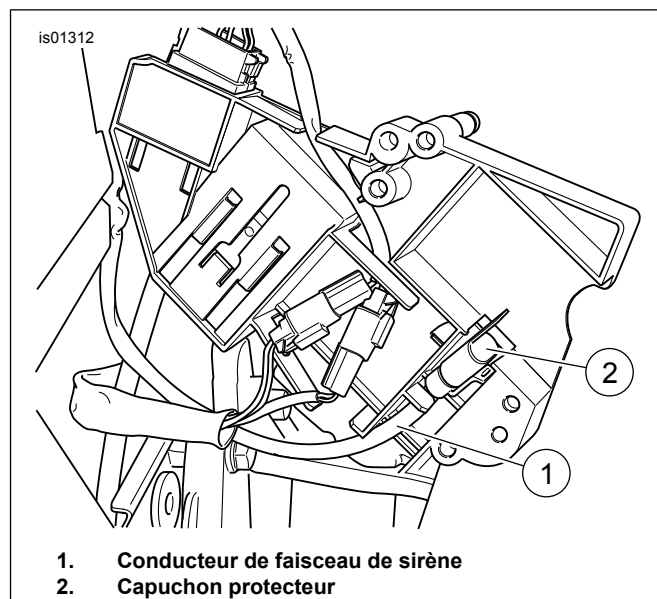

Figure 14. Faisceau de fils de sirène (Touring 2002-2007)
- Figure 14 Retirer le fil du faisceau de sirène (1) de l'arrière du support électrique et retirer le capuchon de protection (2) du connecteur de la sirène de sécurité [142B].